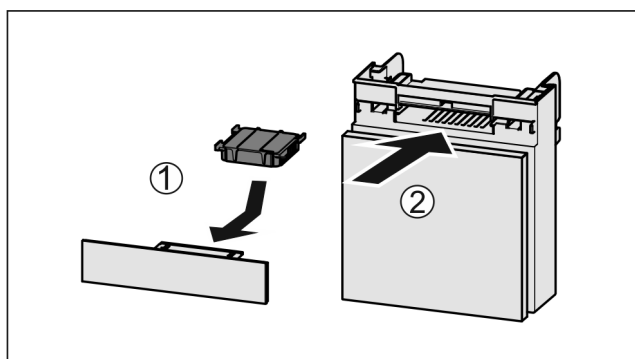

Fig. 49
- ▶ Insérer le filtre à charbon actif d'après le schéma Fig. 49 (1).
- ▶ Insérer le compartiment Fig. 49 (2).